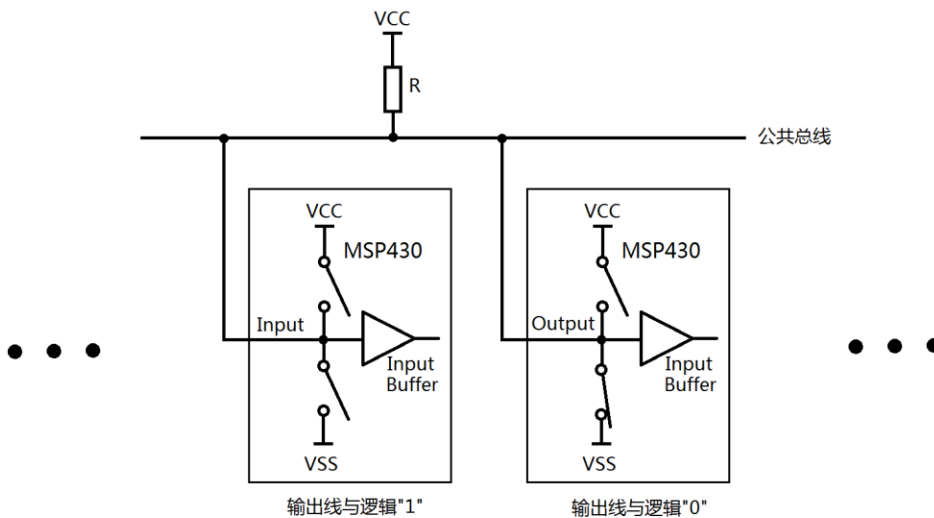

图 5.10 图腾柱输出 IO 模拟“线与”逻辑
- 1) 如图 5.10 所示，首先外接上拉电阻 R。这里要注意，一定不能使用单片机 IO 内部电阻充当上拉电阻，因为内部电阻在 IO 处于输出状态是无法固定为上拉的（输出高电平时为上拉，输出低电平时为下拉）。